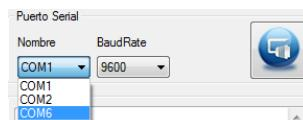

Figura 37: Selección de puerto COM asociado a la placa
- **Paso 4:** Sobre la sección *Puerto Serial* debe identificarse sobre el menú desplegable *Nombre*, el puerto COM asociado a la placa. La Figura 37 ilustra dicho concepto
- **Paso 5:** Debe tenerse en cuenta sobre la instrucción `uartConfig()`, perteneciente a la librería `sAPI`, deben asignarse dos parámetros de entrada, uno de ellos indica el módulo de la UART sobre la cual se desea trabajar, en este caso el parámetro es `UART_USB`. El segundo parámetro que debe asignarse a dicha instrucción es la velocidad de transmisión en baudios. El valor de la velocidad previamente configurada sobre el programa debe ser configurado sobre el menú desplegable `BaudRate`, ubicado sobre el costado derecho del menú desplegable `Nombre`. Por ejemplo, si la velocidad configurada es igual a 9600 baudios, entonces sobre dicho menú debe seleccionarse 9600, como lo ilustra la Figura 37.